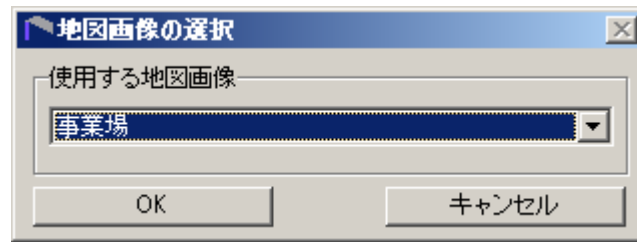

図 6.5-17 地図画像の選択
- 1) 背景地図の読み込みは、 を押して、地図画像の選択画面で地図画像管理名として入力した"事業場"を選択します (図 6.5-17)。